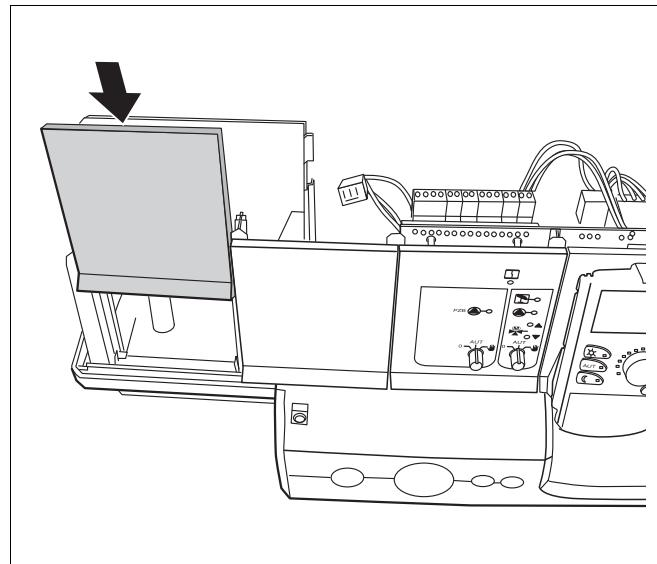

Рис. 11 Установка заглушки
- Если устанавливать новый модуль не требуется, то закройте образовавшийся проем заглушкой (\rightarrow рис. 11).